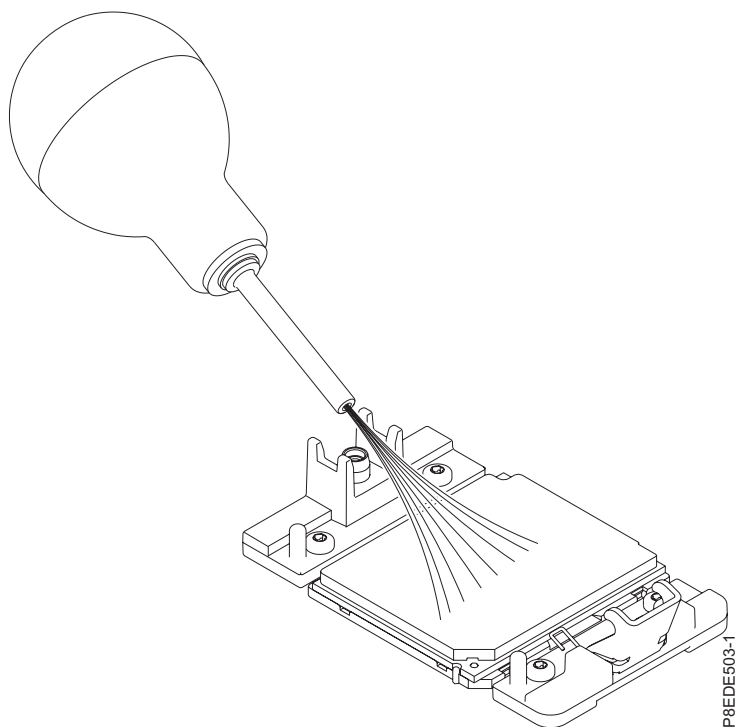

図 5. システム・プロセッサ・モジュールの領域からほこりやごみを除去
- a. ほこりやごみが付着している場合は、提供されているエアポンプ (部品番号 45D2645) を使用してシステム・プロセッサ・モジュールの領域をきれいにします。8 ページの図 5 に示すようにエア・ポンプが組み立てられていない場合は、チップをバルブに固定します。システム・プロセッサ・モジュールの中央から両側に向かって空気を少し吹き出します (8 ページの図 5 を参照)。